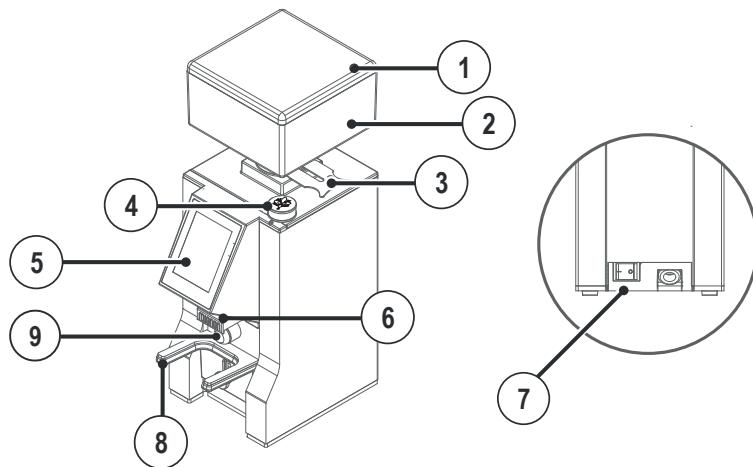
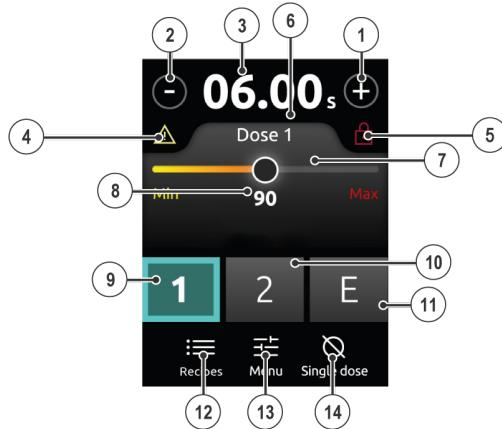

Fig. 5.1 - Description de la machine
Fig. 5.2 - Écran principal
Pour les parties de machine, voir Fig. 5.1.
Pour la description de l'afficheur, voir Fig. 5.2.
En tournant la manette, il est possible de visualiser sur l'écran principal la distance entre les meules associée au type de mouture choisie (8 - Fig. 5-2).
- Mettre l'interrupteur en position de marche (7 – Fig. 5.1).
- Sélectionner la dose à distribuer à l'aide des touches appropriées (9,10, 11 – Fig. 5.2).
- Placer la coupelle du porte-filtre sur la fourche (8 – Fig. 5.1), en veillant à ce que ce dernier se trouve précisément sous la buse de distribution (6 – Fig. 5.1).
- Appuyer à nouveau sur la touche de la dose sélectionnée ou sur la touche frontale (9,10, 11 – Fig. 5.2)(9 – Fig. 5.1).
En condition d'arrêt, le temps de mouture sur l'afficheur (3 – Fig. 5.2) clignote.
Pour ramener le temps de distribution de la dose à sa valeur initiale, appuyer sur le temps de mouture clignotant (3 – Fig. 5.2) pendant 2 secondes.
Depuis l'écran principal (Fig. 5.2), il est possible d'accéder aux fonctions suivantes.
Pour diminuer ou augmenter la dose sélectionnée, appuyer sur les touches + et – sur l'écran principal (1, 2 – Fig. 5.2). La variation pour une dose simple est de 0,1 seconde.
Pour augmenter ou diminuer en continu le temps de distribution de la dose, appuyer et maintenir l'une des deux touches + ou – enfoncee (1, 2 – Fig. 5.2).
Pour verrouiller le réglage du temps de distribution de la dose, appuyer simultanément sur + et – (1, 2 – Fig. 5.2) pendant 2 secondes. Si le réglage du temps de distribution de la dose est verrouillé, l'icône  (5 – Fig. 5.2) apparaît et les touches + et – (1, 2 – Fig. 5.2) deviennent inactives.
Pour déverrouiller le réglage du temps de distribution de la dose, appuyer simultanément sur les touches + et – (1, 2 – Fig. 5.2) et les maintenir enfoncées pendant 2 secondes.
Pour sélectionner la dose à régler, appuyer sur les touches 1, 2, E (9,10, 11 – Fig. 5.2).